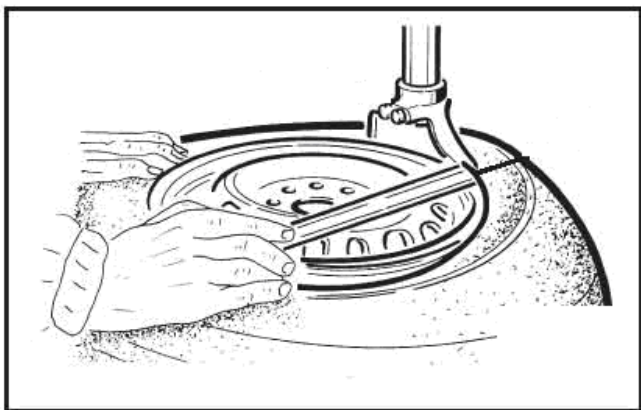

Рис. 7
- При ручном управлении нажмите кнопку P в положение 1, шестигранный вал D и толкайте-тяните горизонтально. Рукоятки заблокированы. Во время процесса блокировки рабочая головка может отойти от обода на 2 мм. как в вертикальном, так и в горизонтальном направлении. (См. рис. 7)
- Удерживая лом в этом положении, вращайте поворотный стол O по часовой стрелке, нажимая на педаль. M до полного отделения шины от обода колеса (рис.7)